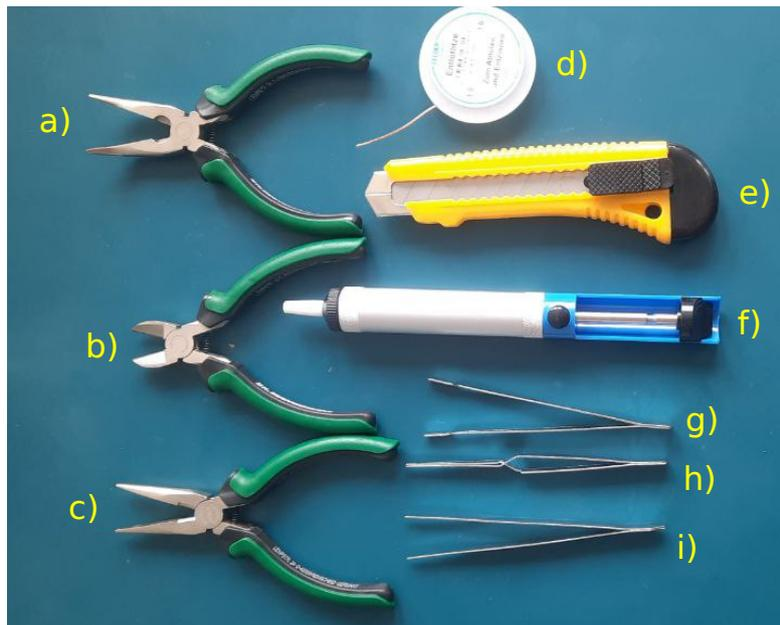
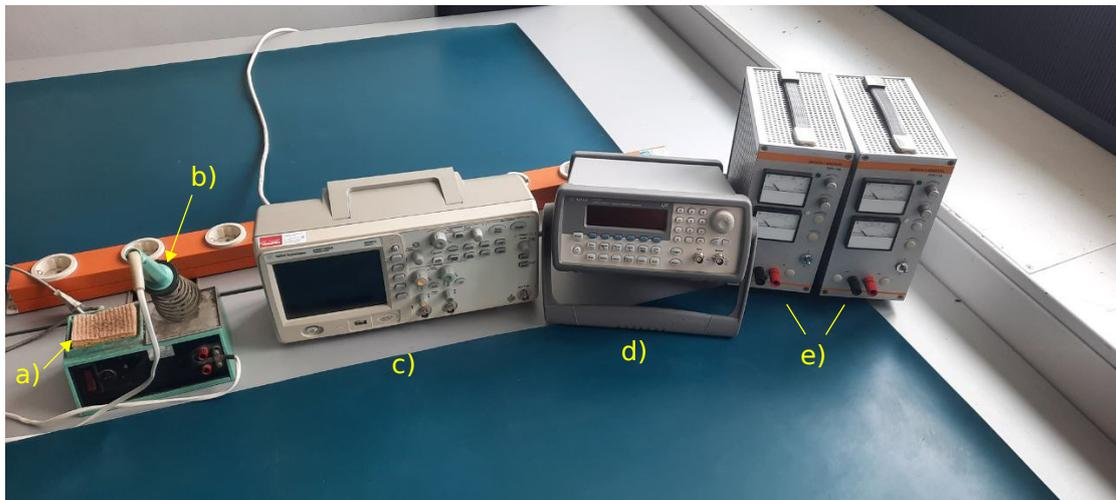

Abbildung 2.1: Werkzeuge.
Abbildung 3.1: Werkzeuge und Messgeräte.
Ein Teil der Werkzeuge ist in Abbildung 2.1 bzw. auch in Abbildung 3.1 dargestellt.
1. Benennen Sie die Werkzeuge in Abbildung 2.1 von a) bis i).
2. Benennen Sie die Werkzeuge und Messgeräte in Abbildung 3.1 von a) bis e).